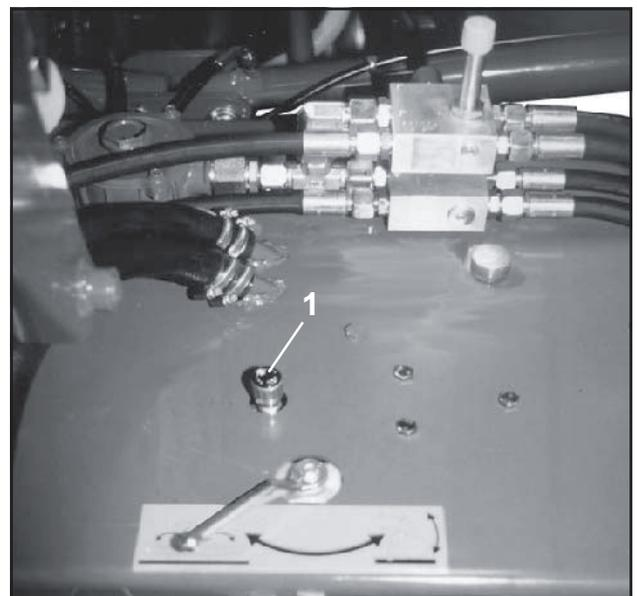

Fig. 7.15
- Die Einklappgeschwindigkeit der Spuranreißer ist an der Drossel (Fig. 7.15/1) stufenlos einstellbar. Sie sollte langsam genug sein, um mechanische Beschädigungen zu vermeiden.